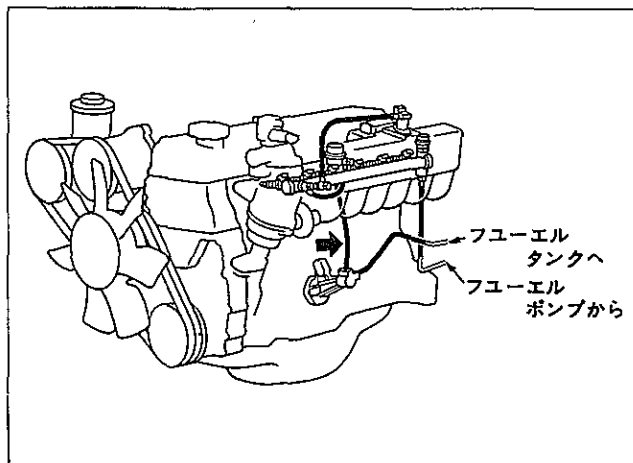

図3-2-1 燃料漏れ点検
- (1) エンジン停止状態でイグニションスイッチをONにする。
- (2) フューエル ポンプ作動用の端子を短絡する。
- (3) 図3-2-1に示すフューエル ホースの矢印箇所を指で押しつぶすと高圧ラインの圧力は約  $4 \text{ kg/cm}^2$  に上昇する。この状態で燃料系各部に燃料漏れがないか点検する。